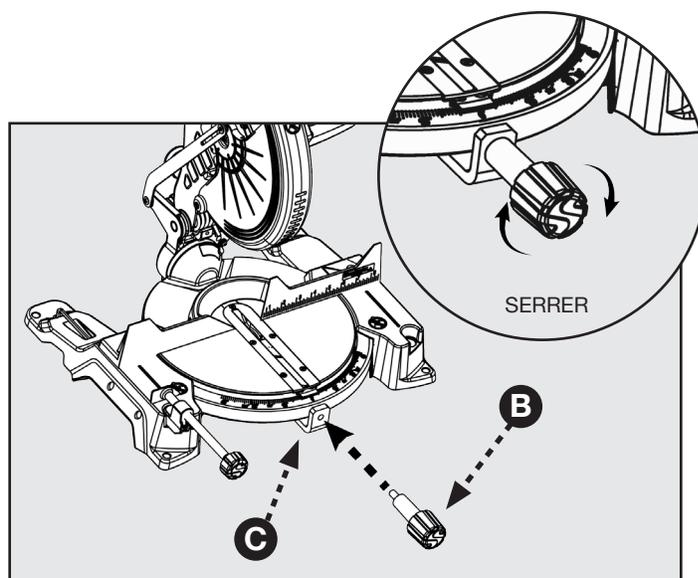

FIGURE 3
1. Consultez la figure 3 et fixez la manette de blocage de l'onglet en vissant le bout de la manette de blocage de l'onglet (B) dans le pas de vis (C) du bras de commande. Serrez en tournant la manette de blocage dans le sens horaire.